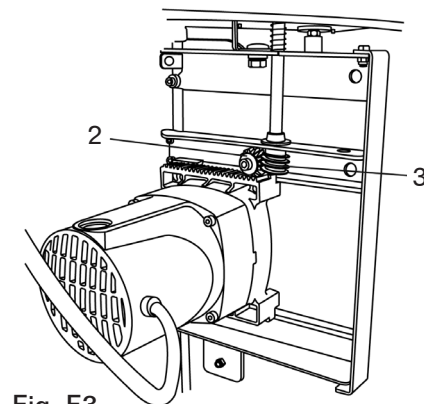

Fig. E3
- Coloque una pequeña cantidad de lubricante seco en el engranaje cónico (2). El engranaje helicoidal (3) debe mantenerse limpio y libre de aserrín, goma, brea y otros contaminantes para un funcionamiento sin problemas". (Fig. E3)